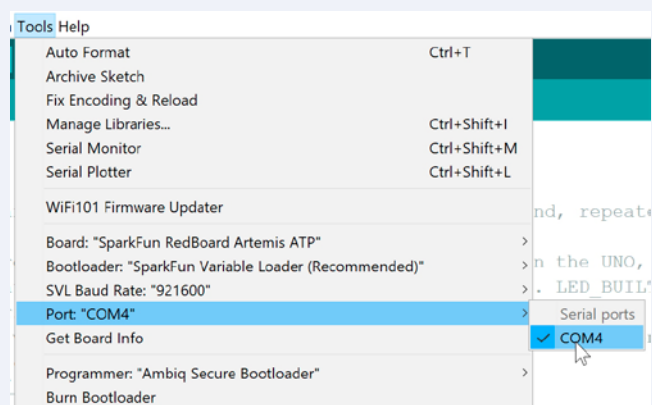

Figure 10. Sélection du port COM.
Étape 1 : Sélectionner la bonne carte et le bon port COM dans l'EDI Arduino. Vérifiez que vous avez sélectionné la bonne carte et le bon port COM dans le menu *Outils*. COM 4 est indiqué sur la **fig. 10**, mais votre port COM peut être différent.